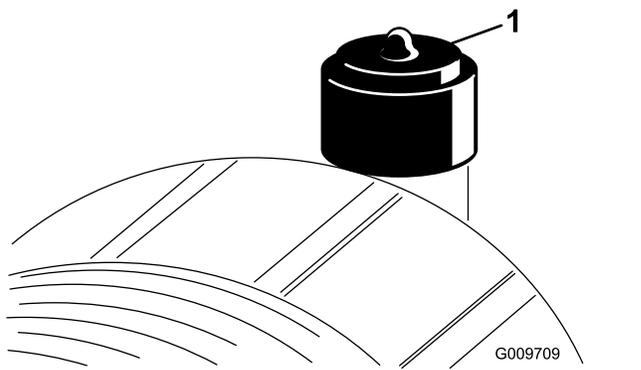

Figure 76
Faites l'entretien du filtre à air uniquement quand l'indicateur de colmatage (Figure 76) indique que cela est nécessaire. Ne remplacez pas le filtre à air plus fréquemment que nécessaire ; cela ne fait qu'accroître le risque de contamination du moteur par des impuretés quand le filtre est déposé.
2. Réarmez l'indicateur de colmatage (Figure 76) s'il est rouge.